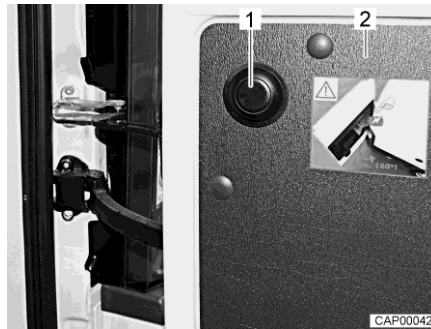

Fig. 15 Bottone a pressione per sbloccare la limitazione (Campeo/Eliseo)
- Aprire la porta di coda (Fig. 15,2) fino all'arresto.
- Premere il bottone a pressione (Fig. 15,1), tenere la porta di coda e aprirla ulteriormente con cautela.